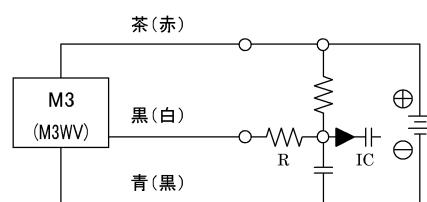

図4 容量性負荷に電流制限抵抗Rを入れた例。
- 容量性負荷(コンデンサ)を接続し様する場合には、スイッチON時に突入電流が発生しますので図4に示す保護回路を必ず設けてください。